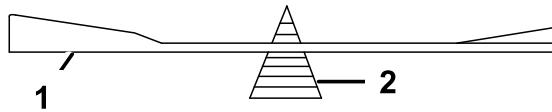

Figura 118
2. Verifique el equilibrio de la cuchilla colocándola sobre un equilibrador de cuchillas (Figura 118).